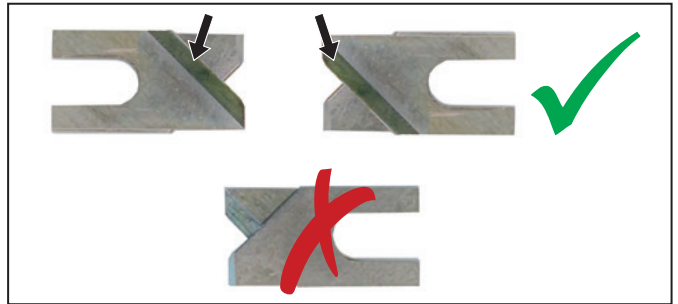

Imagen 8.2 Posición de montaje de las cuchillas pelacables
- Coloque cada nueva pareja de cuchillas, de forma que los cantos biselados apunten hacia fuera, véase Imagen 8.2